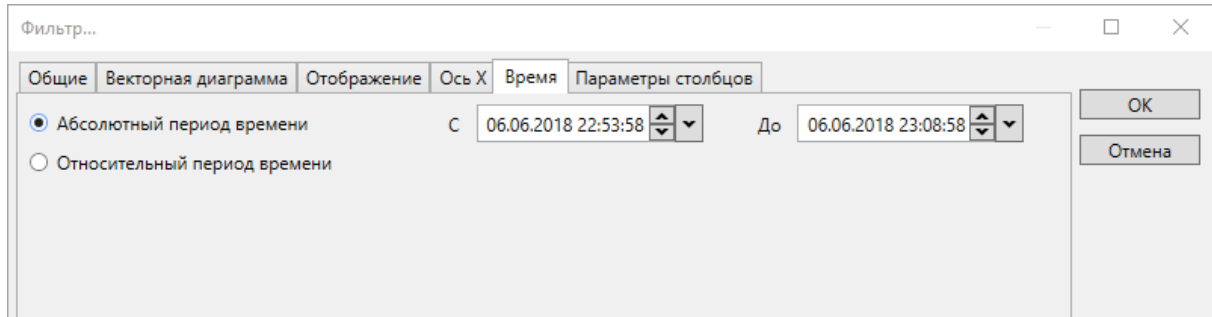

Рисунок 370 – Фильтр трендов. Время
– **Время** (рисунок 370). Параметры временного интервала трендов и векторной диаграммы. В случае отображения абсолютного периода времени требуется указать значения начала и завершения отображаемого периода с точностью до секунд. На графиках отображаются значения сигналов за указанный период. В случае отображения относительного периода требуется указать смещения начала периода отображения от текущего момента. На графиках отображаются значения сигналов, разница метки времени которых с текущим временем не превышает указанного значения;